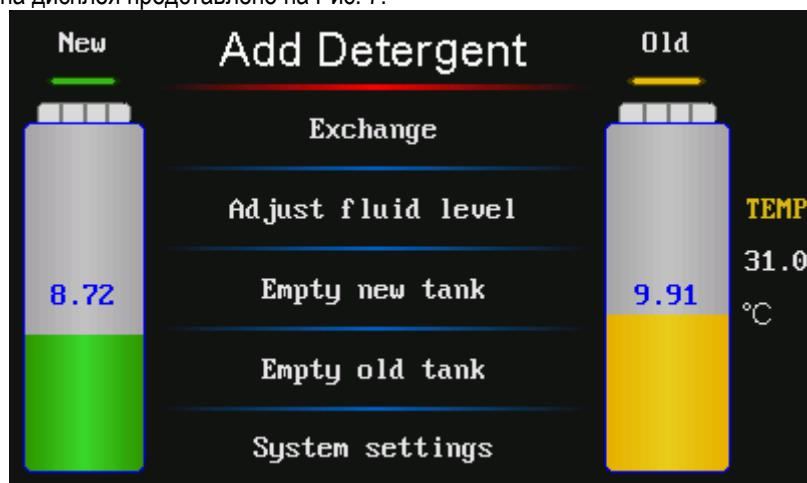

Рис. 7
2. Главное меню экрана дисплея представлено на Рис. 7.
- 2) Подключить два шланга CAT-501+ с маркировкой "TO TRANSMISSION" к двум отсоединенными концам шлангов автоматической коробки передач (нет необходимости учитывать направление потока жидкости). См. Рис. 7.